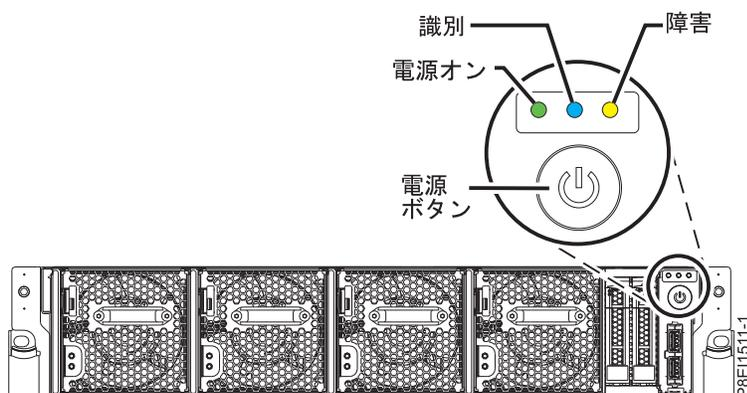

図 121. 電源ボタン
- 127 ページの図 121 に示すパワーオン LED が明滅している。ライトが明滅している場合、装置にスタンバイ電源が供給されていることを示します。
3. 127 ページの図 121 に示す電源ボタンを押します。パワーオン表示ライトが明滅を停止して点灯したままになり、システムの電源がオンになったことを示します。システムの冷却ファンが高速で作動し、約 30 秒後に運転速度に戻ります。